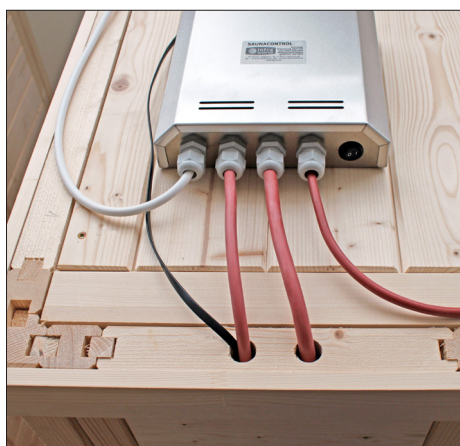

Abb. 8
- III. Das schwarze Verbindungskabel des Bedienteils mit einer Einzugshilfe durch den Kabelkanal der Sauna auf das Dach führen (Abb. 8).